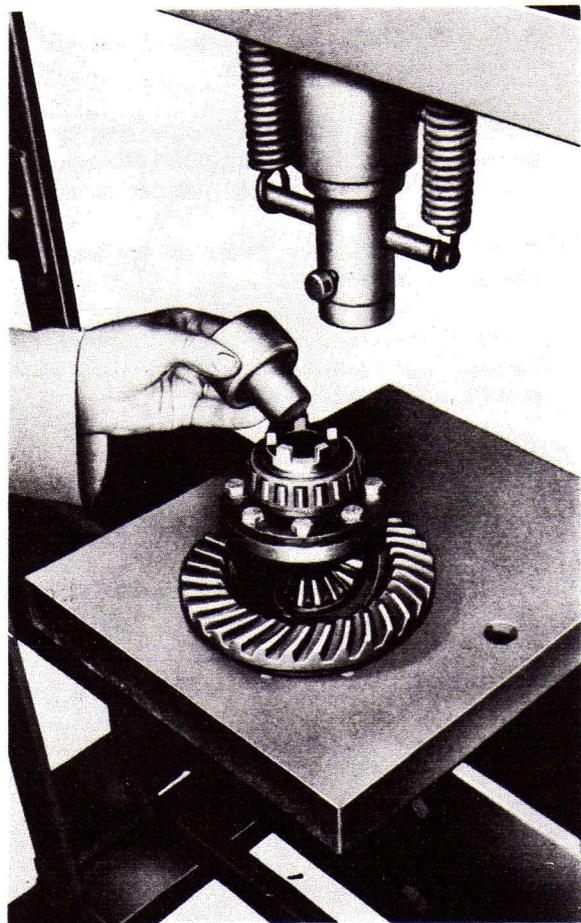

Fig. 7
- 1° Monter éventuellement sur le boîtier et sur le crabot fixe les cages de roulement conique au moyen du tampon MILA et d'une presse hydraulique (fig. 7).